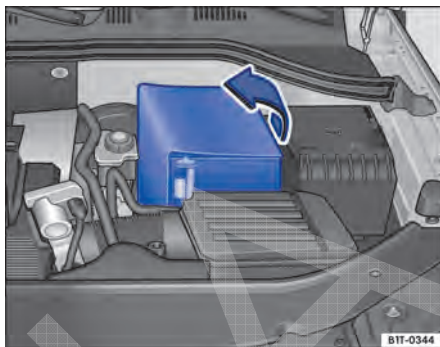

Fig. 206 No compartimento do motor: rebater a guarnição da bateria do veículo (versão 2).
- Com uma guarnição: rebater a cobertura para fora no sentido da seta ⇒ Fig. 206.